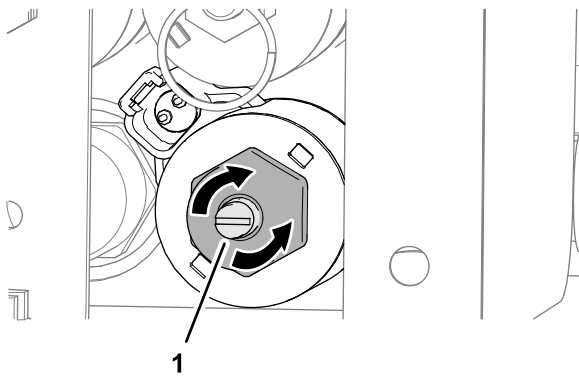

Figura 32
1. Rode o parafuso de cabeça sextavada da sobreposição da válvula no sentido dos ponteiros do relógio para aumentar a velocidade de deslocação (Figura 32).